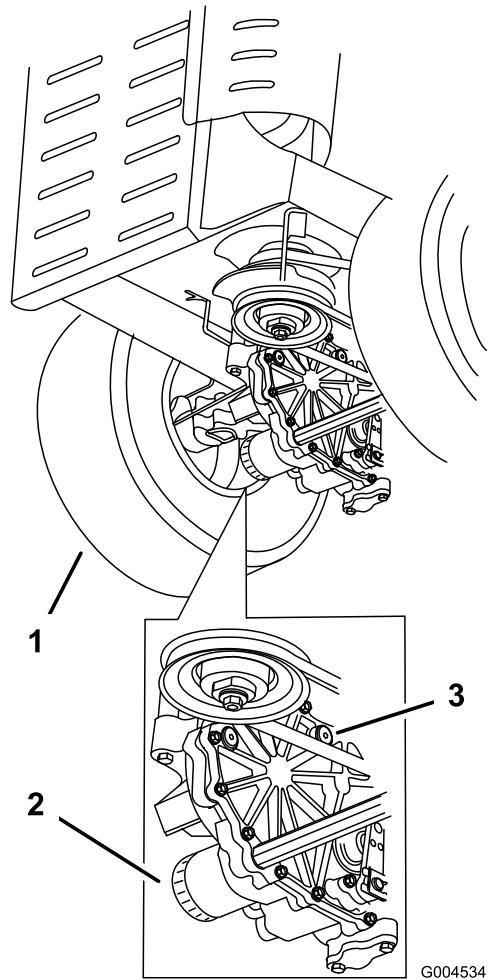

Figure 50
4. Nettoyez soigneusement la zone autour des filtres. Il est important de ne pas contaminer le système hydraulique (Figure 50).
5. Dévissez les filtres et laissez l'huile s'écouler du système d' entraînement (Figure 50).